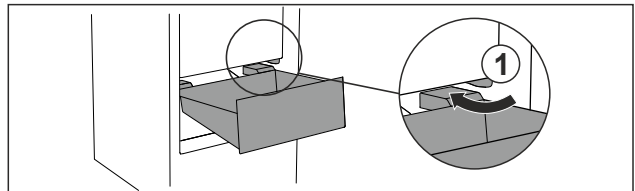

Fig. 27
- ▶ Обвести висувний ящик навкис навколо стопора Fig. 27 (1).